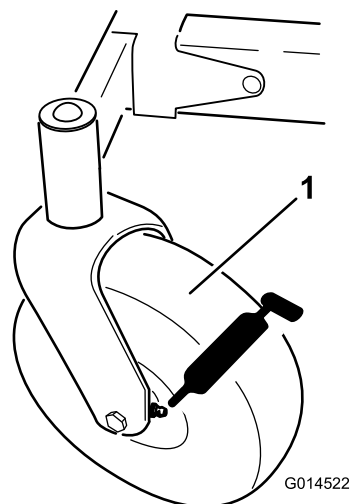
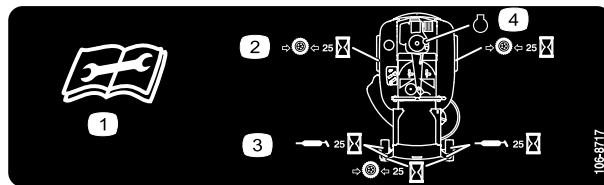

Bild 32
Bild 33
3. Reinigen Sie die Schmiernippel (Bild 32 und Bild 33) mit einem Lappen.
4. Setzen Sie die Fettpresse nacheinander an allen Nippeln an (Bild 32 und Bild 33).